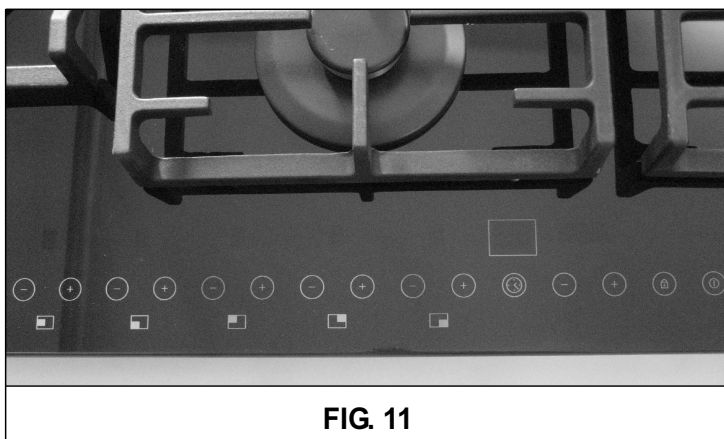

FIG. 11
Para confirmar a capacidade mínima necessária, é necessário pressionar o botão de Relógio (11). A palavra "MIN" continuará a estar presente e nenhum dos leds piscará. Nesta altura, é possível pressionar o botão de Relógio (11) para sair do procedimento, ou premir os botões 12 e 13 para seleccionar outro queimador e programar a sua capacidade mínima. Os níveis de capacidade mínima serão então adquiridos e serão memorizados pelo dispositivo e serão usados durante a normal utilização da placa (ver fig. 11).
A activação desta função implica o cancelamento de quaisquer horas de desligamento programadas dos queimadores (ver fig. 11).